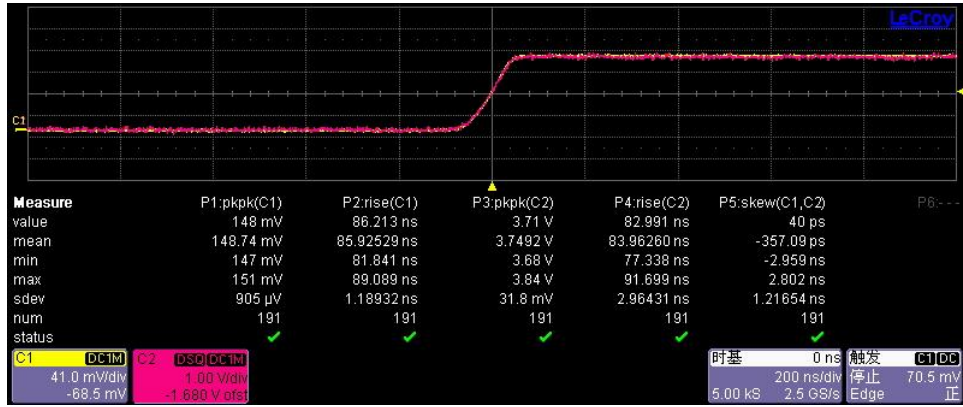

图 4: HCP8000 系列&DP6000 系列补偿 Skew 时间后
- ✧ 通过补偿 CH1 或者 CH2 的延时补偿功能，补偿 Skew 时间，使得 Skew 为 0，偏移校准完成，如下图 4 所示。记录 CH1 或者 CH2 的延时补偿时间，以备后续使用。